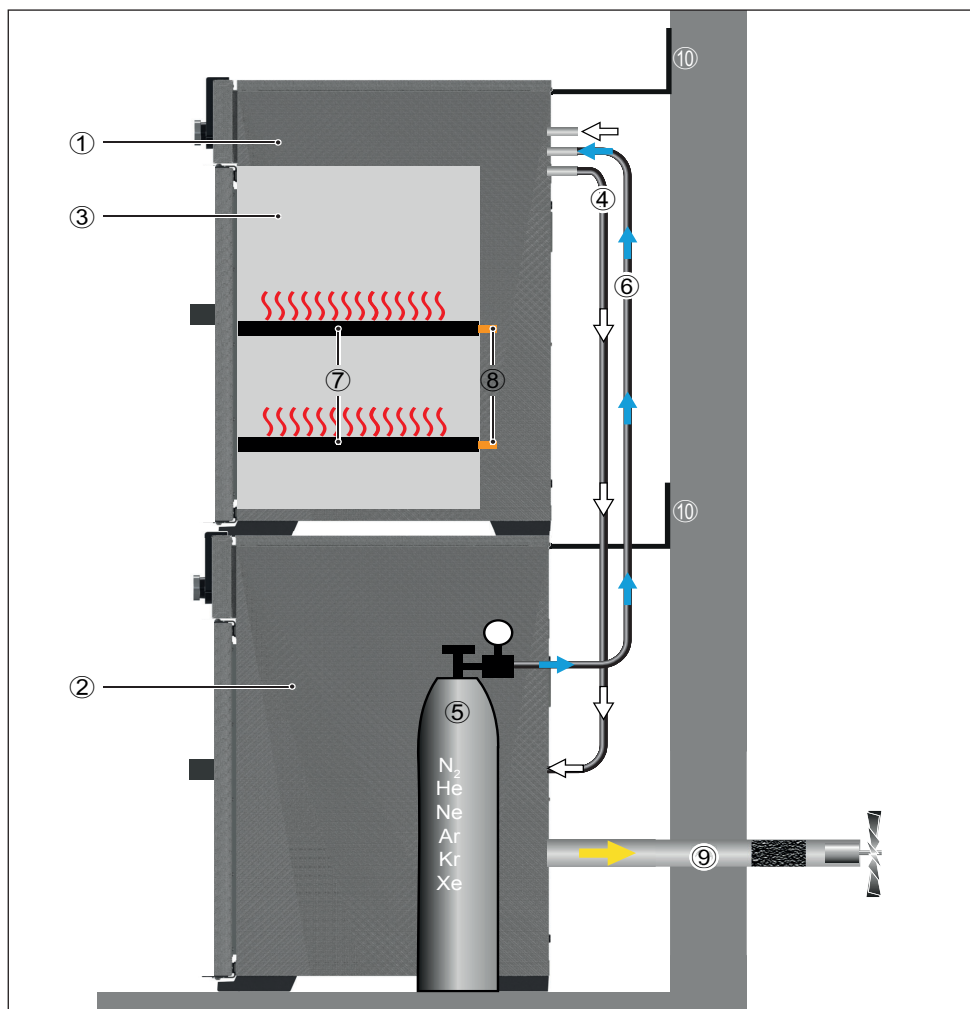

Рис. 3 Принцип работы вакуумных шкафов VO в сочетании с насосным модулем
Устройства серии VO (Рис. 3 ①) в сочетании с насосным модулем Memmert ② или иным подходящим вакуумным насосом могут создавать разрежение в рабочей камере ③. Через вход для вакуума на задней стенке устройства ④ насос удаляет воздух из рабочей камеры.